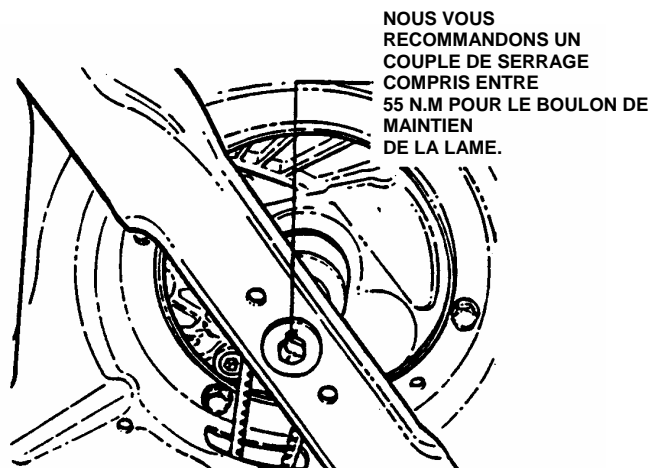

FIGURE 3.4
2. Inclinez la tondeuse sur ses roues arrière pour vous faciliter l'accès au boulon de maintien de la lame. Inclinez-la de telle sorte que le carburateur ou la bougie ne soit pas incliné vers le bas. Voir figure 3.4.
3. Vérifiez le couple de serrage du boulon de maintien. Nous vous recommandons un couple de serrage compris entre 55 N.m. Voir figure 3.4.